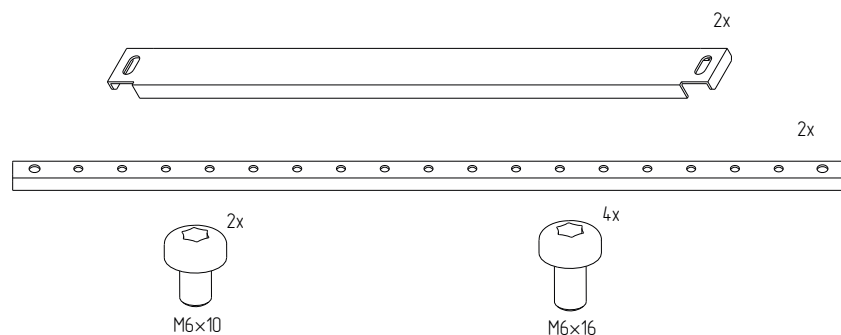

Рисунок 127
4.41.2 Проверить комплектность (рисунок 127).